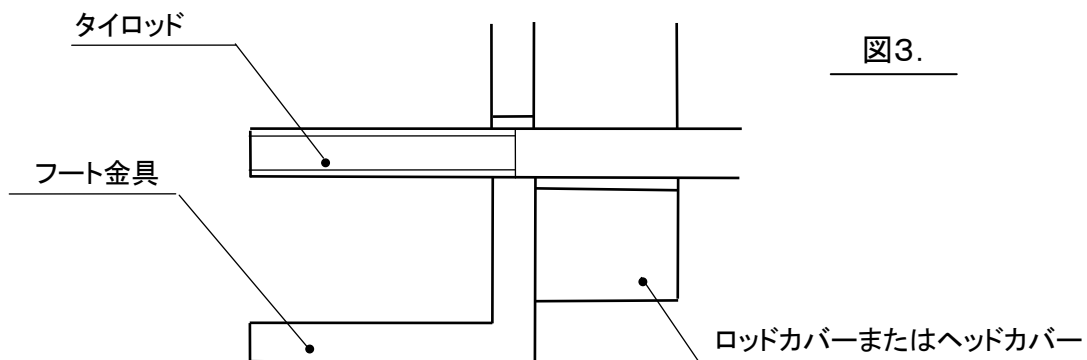

図3.
9. フート金具の場合、フート金具下面からピストンロッド中心の距離が最小になるよう取り付けてください。(図3. 参照)